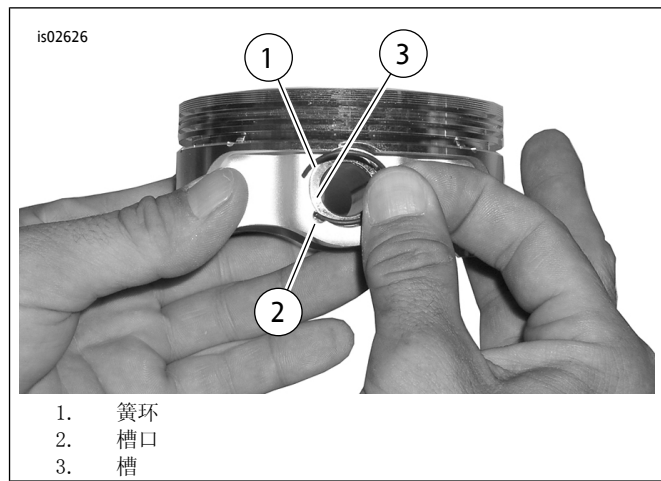

图3。簧环与活塞
- 参见图3。将簧环(1)的开口端插入活塞销凸台周围槽(3)的槽口(2)，并使其间隙在安装后位于12:00或6:00点钟位置。